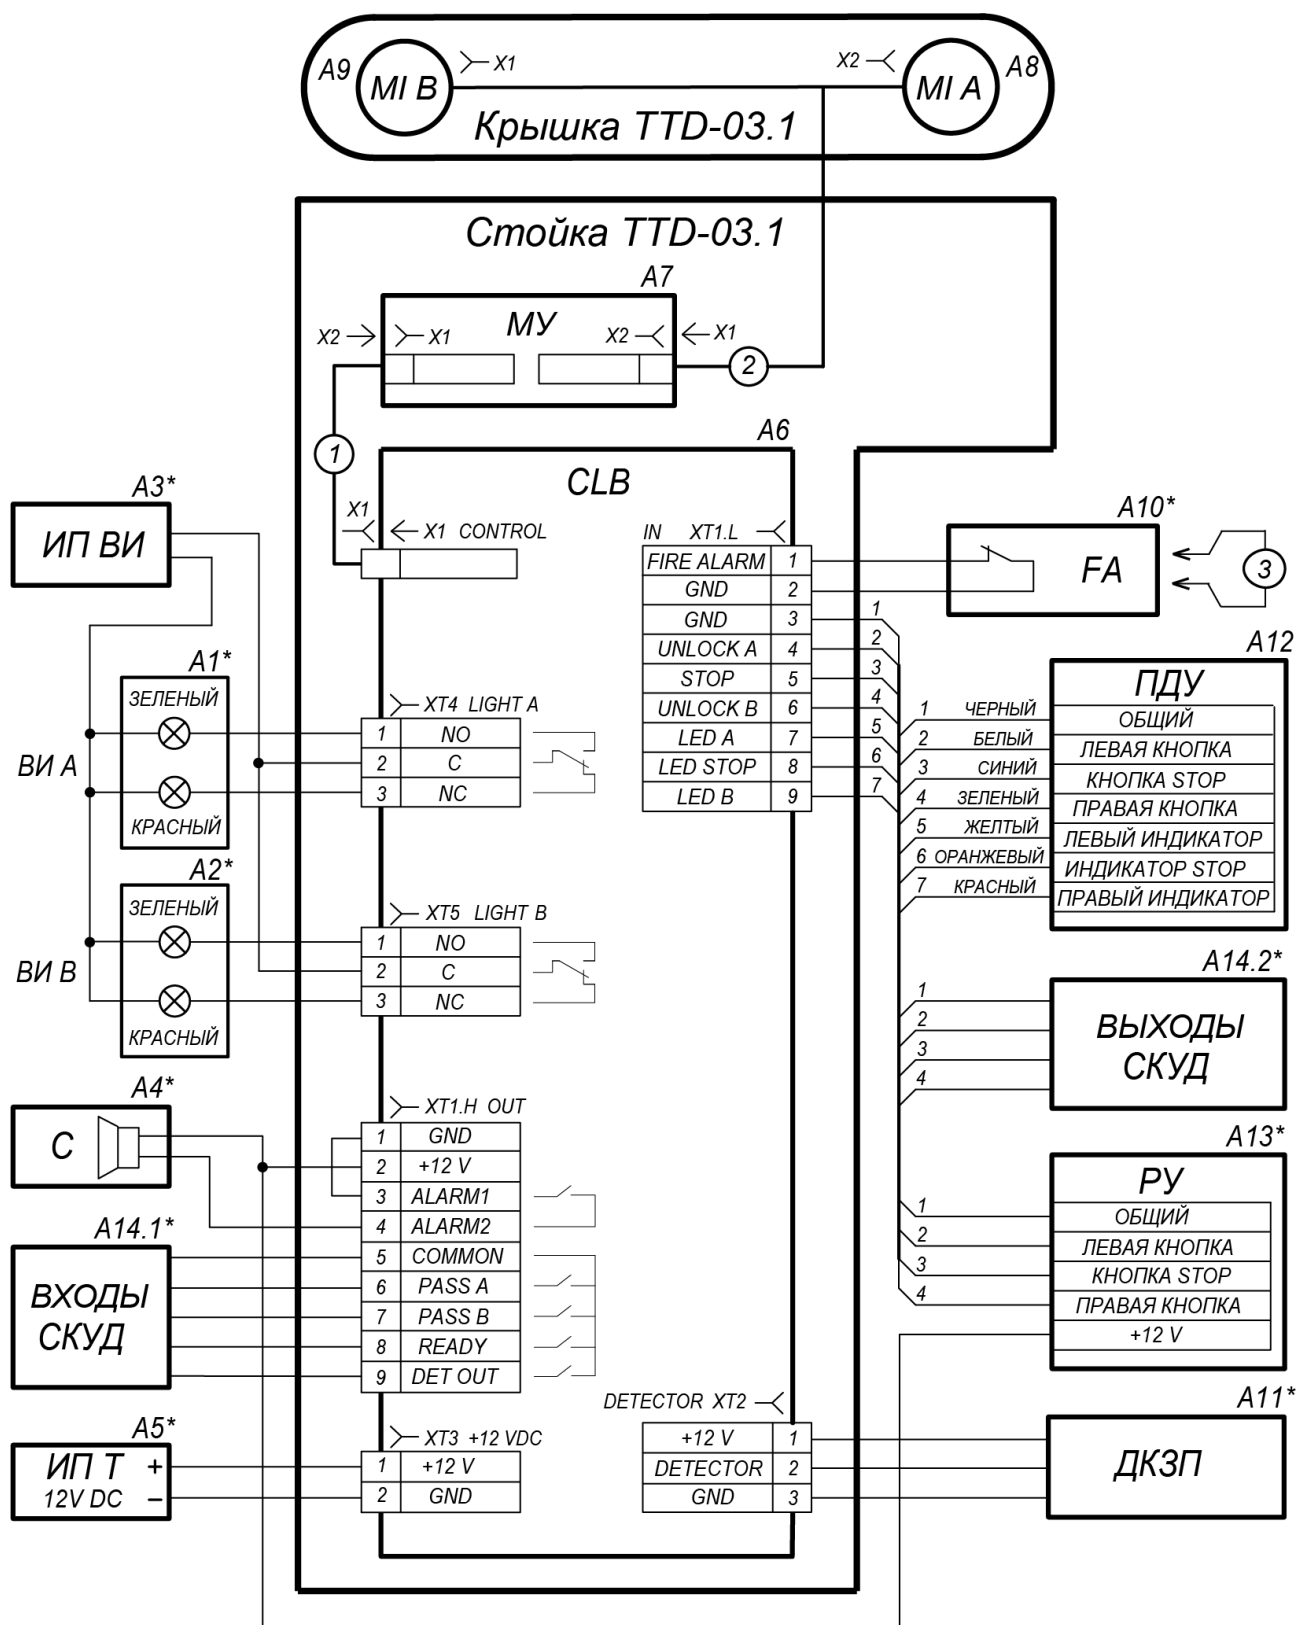

Рисунок 14. Схема электрическая соединений
Схема подключения турникета приведена на рис. 14. Расположение клеммных колодок на плате управления указано на рис. 4. Используемые при монтаже кабели указаны и их максимальная длина указаны в разд. 8.3. Рекомендации по подготовке установочной поверхности и организации зоны прохода приведены в разд. 8.1. При монтаже турникета придерживайтесь следующей последовательности действий:
5. Все подключения к плате CLB выполняйте в соответствии со схемой электрических соединений (см. рис. 14). Прокладка кабелей внутри стойки турникета показана на рис. 12.
позиции A4, A6 – A9, A11 – см. рис. 14